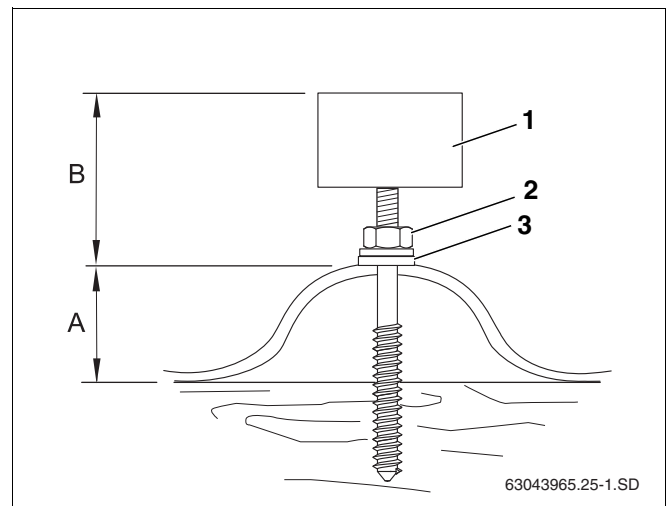

Рис. 24 Шпилька, установленная на крыше с покрытием волнистыми листами
Размер В (таб. 7 и рис. 24) должен быть одинаковым для всех шпилек.
- ▶ Заверните гайку (рис. 24, поз. 2) до полного прилегания к крыше уплотняющей шайбы (рис. 24, поз. 3).